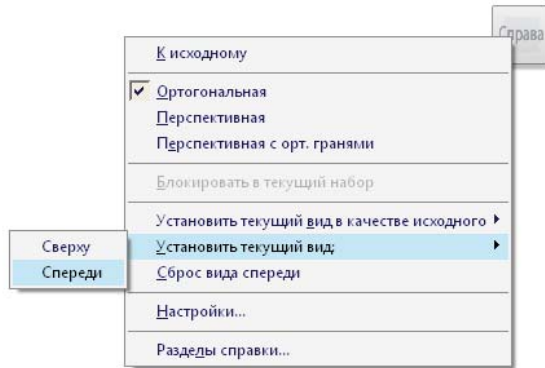

Рис. 1.14. Виды на Видовом кубе могут определяться как **Сверху** или **Спереди**
9. После обновления вида правой кнопкой мыши щелкните по Видовому кубу, выберите **Установить текущий вид: → Спереди** (см. рис. 1.14).